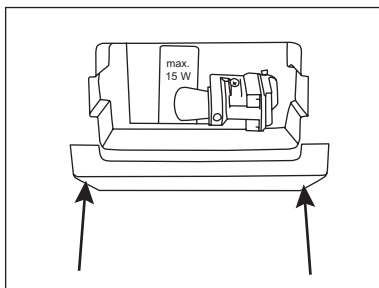

Abb. 9
2. Lampenschirm abnehmen (Abb. 9). Den Schirm zusammendrücken, sodass er sich von den beiden Klipps löst.